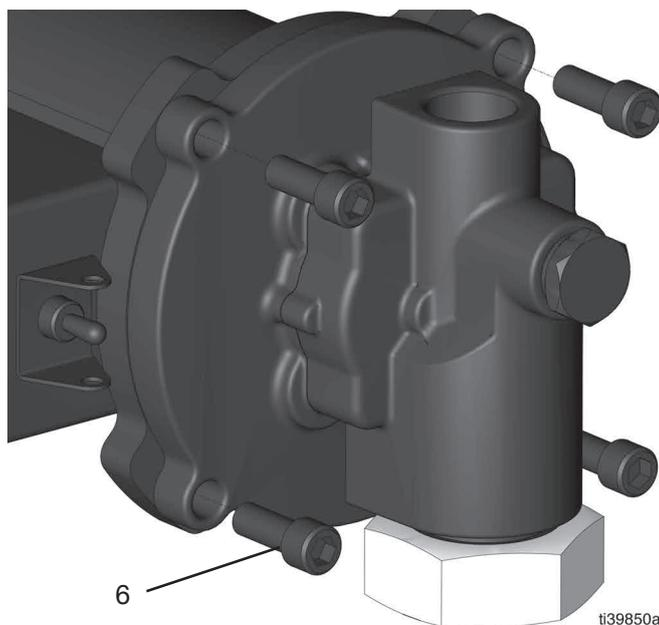

FIG. 3
5. Quite los cuatro tornillos Allen (6) con una llave hexagonal de 8 mm (5/16 pulg.) (FIG. 3).
3. Coloque y apriete los cuatro tornillos Allen (6) con una llave hexagonal de 8 mm (5/16 pulg.) (par de apriete de 27,1 N•m [20 lb-pie]) (consulte la FIG. 3).